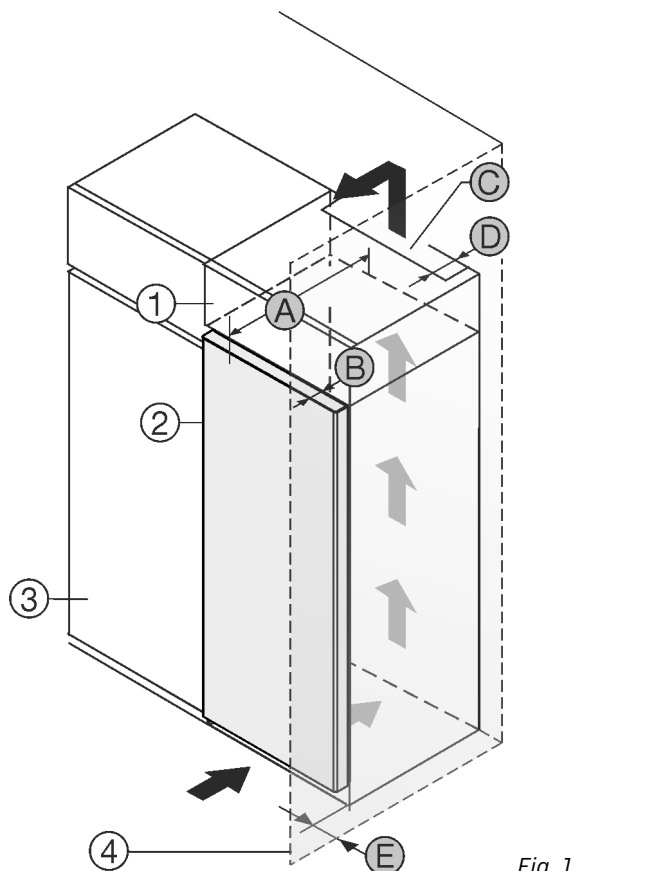

Fig. 1
Non collocare l'apparecchiatura accanto al mobile da cucina Fig. 1 (3).
Sul lato posteriore dell'armadietto sovrapponibile deve essere presente un vano di scarico dell'aria con la profondità Fig. 1 (D) che attraversa l'intera larghezza dell'armadietto sovrapponibile.
Sotto al soffitto deve essere presente la sezione di ventilazione Fig. 1 (C).
Se l'apparecchiatura con cerniere viene installata accanto a una parete Fig. 1 (4), la distanza minima fra l'apparecchiatura e la parete deve essere almeno di 13 mm.
Se l'apparecchiatura con cerniere viene installata accanto a una parete Fig. 1 (4), la distanza minima fra l'apparecchiatura e la parete deve essere almeno di 20 mm.